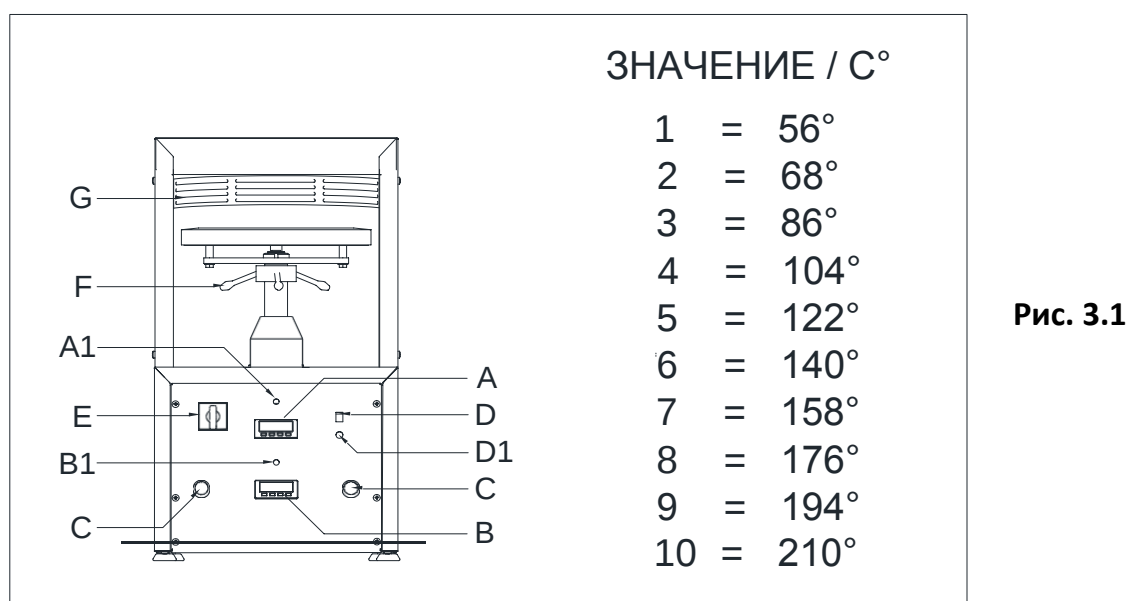
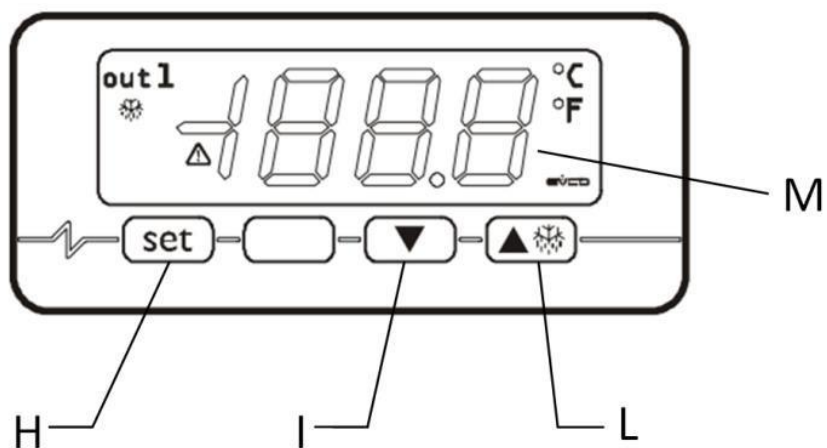

Рис. 3.1
Рис. 3.2
Машина оборудована следующими защитными устройствами (рис. 3.1):
- поднимите защитная решетку, когда машина работает (G на рис. 3.1). Нижний диск сразу опускается и возвращается в начальное положение.
2. Поверните выключатель питания (E на рис. 3.1) в положение
- Загораются дисплеи терморегуляторов (А) и (В) (рис. 3.1), на них отображается текущая температура верхнего и нижнего диска соответственно.
- Загораются индикаторы (А1) и (В1) (рис. 3.1), указывая на включение нагревательных элементов верхнего и нижнего дисков и начала фазы нагрева.
- Загорается таймер (D), на нем отображается заданная длительность контакта дисков.
Чтобы задать температуру верхнего диска, нажмите кнопку (Н) (рис. 3.2) терморегулятора А (рис. 3.1).
Для установки длительности контакта дисков, нажмите кнопку (D1) (рис. 3.1).
На дисплее (D) (рис. 3.1) отображается заданное время.
Нажмите кнопки (С) (рис. 3.1), чтобы запустить цикла подъема/опускания нижнего диска.
В это время таймер (D) (рис. 3.1) показывает, сколько времени осталось до окончания фазы сжатия.
Поверните ручку выключателя (Е) в положение «0» (рис. 3.1).